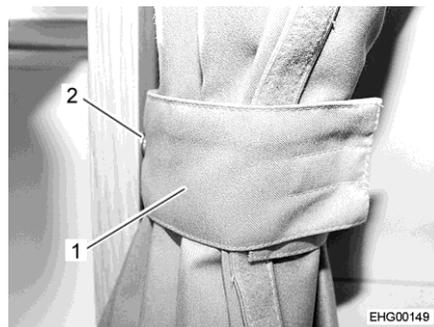

Fig. 4 Tendina oscurante, bloccata
- Bloccare le due metà della tendina oscurante con l'asola (Fig. 4,1) e il bottone automatico (Fig. 4,2).